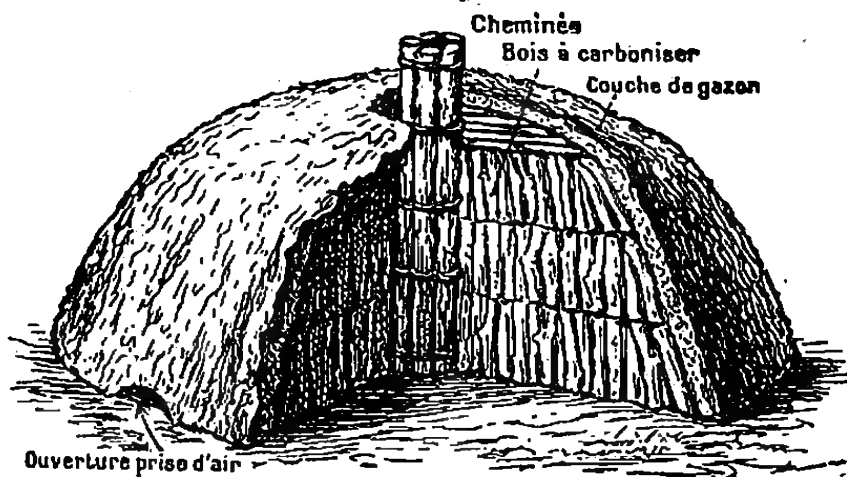

Fig. 50. — Meule de bois préparée pour la fabrication du charbon (coupe).
10. Charbon de bois. — Le *charbon de bois* s'obtient en brûlant incomplètement du bois dans un courant d'air insuffisant (fig. 50).